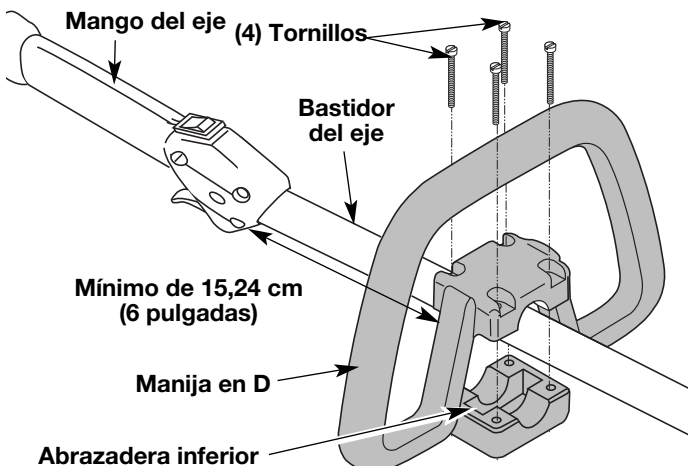

Fig. 1
2. Coloque la manija en D por encima del bastidor del eje y sobre la abrazadera inferior (Fig. 1). Colóquela a un mínimo de 15,24 cm (6 pulgadas) desde el extremo del puño del eje.